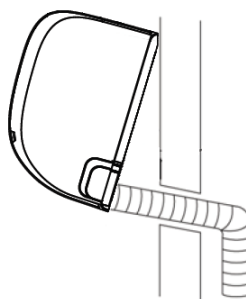

fig. 12 -
N.B. Pentru a facilita fixarea unității pe placă, țineți ridicată partea inferioară a unității, apoi coborâți-o în poziție perpendiculară, de-a lungul tecii ("fig. 12 -"). Comunicați-i instalatorului experimentat preferințele dvs., iar acesta le va pune în practică.